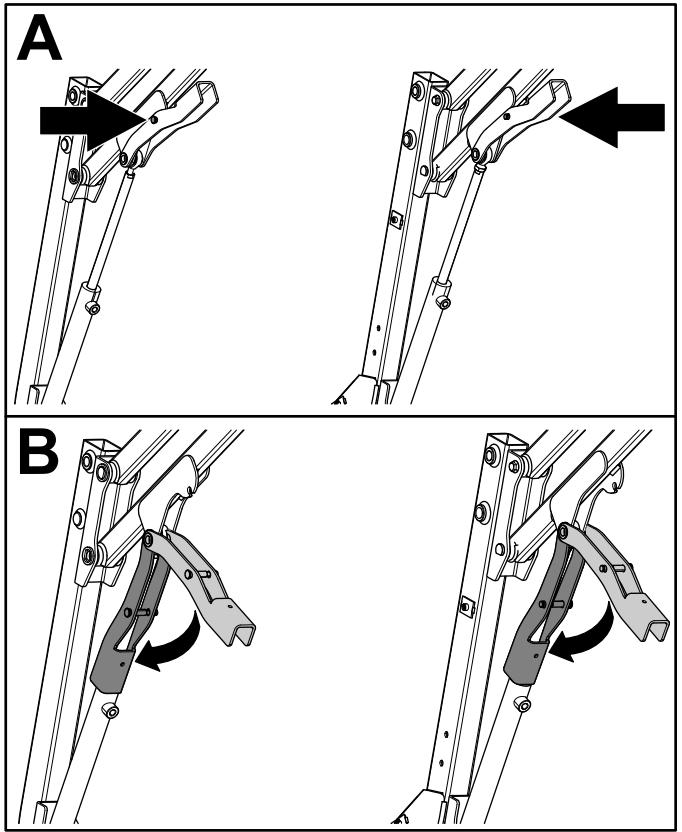

図 36
- マグネット式の安全ロックについているピンを内側に押し込む 図 36。
- ピンを押さえながら、マグネット式安全ロックを油圧シリンダの上に降ろす 図 36。